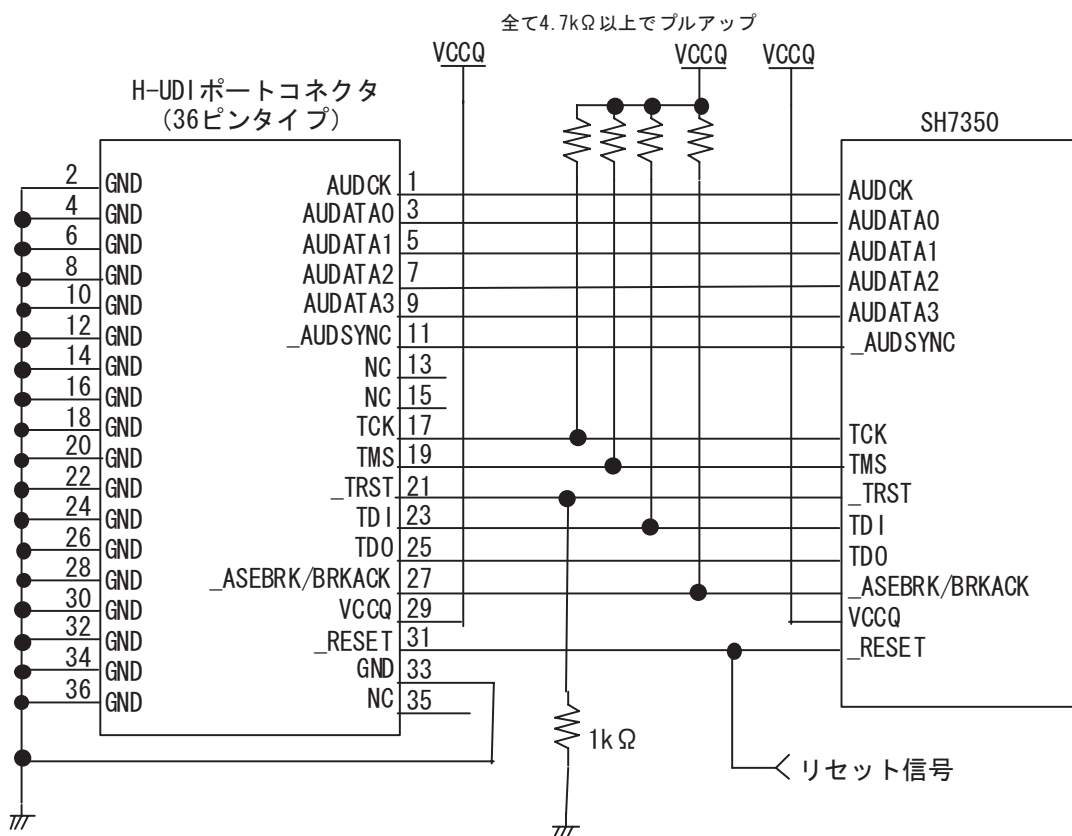

図 1.2 E200F 使用時の H-UDI ポートコネクタ（36ピンタイプ）と SH7350 の推奨接続例
E200F エミュレータ使用時の H-UDI+AUD ポートコネクタ(36 ピンタイプ)とデバイス間の推奨接続例を図 1.2 に示します。
5. 図 1.2 に記載されている抵抗値は参考値です。